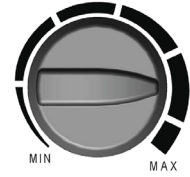

FIG. 4
- La temperatura de la habitación puede ajustarse con el mando de control (Fig. 4). Una vez producida la temperatura preestablecida, el termostato apagará automáticamente los elementos calefactores mientras el ventilador